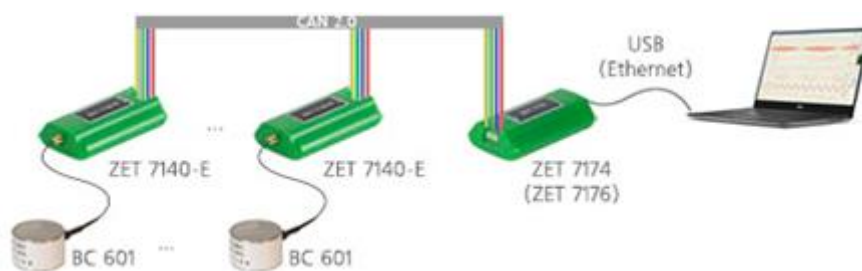

Рис. 1.5 Структурная схема подключения комплекта
На *Рис. 1.5* представлена структурная схема подключения системы АЭ.
1. Подключить систему АЭ согласно структурной схеме *Рис. 1.5*.